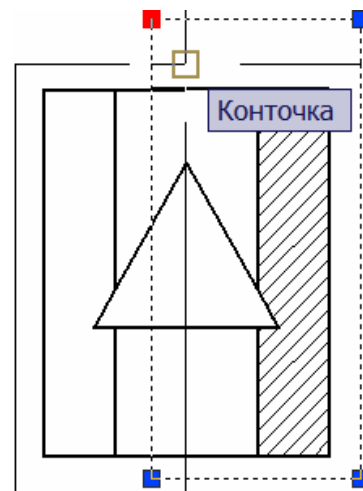

Рис. 5.35
19. Самостоятельно изменить размер рамки видового экрана фронтального разреза с привязкой **Конточка (Endpoint)** к угловой точке рамки главного вида (рис. 5.35), получив половину вида и половину разреза.